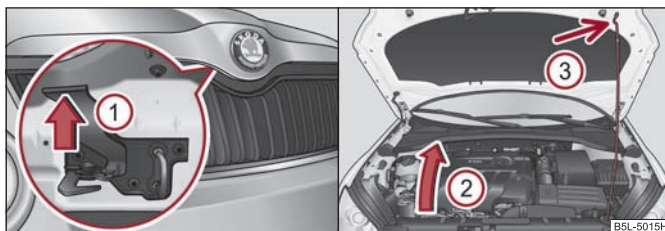

Fig. 13 Rejilla del radiador: Palanca de seguridad / seguro del capó con la varilla de apoyo
- Presione la palanca de seguridad en la dirección de la flecha ① ⇒ fig. 13, el capó se desbloquea.
- Retire la varilla de apoyo ② del soporte y asegure el capó abierto colocando el extremo de la varilla en el orificio ③ previsto para ello ⇒ fig. 13.